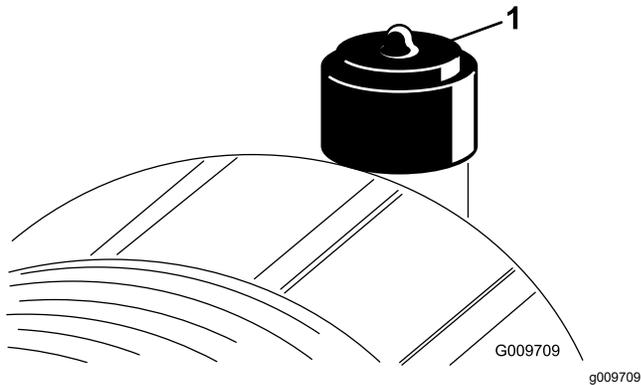

Figura 49
Faça a manutenção ao filtro de ar apenas quando o indicador de serviço (Figura 49) o exigir. Mudar o filtro de ar antes de ser necessário apenas aumenta a possibilidade de entrar sujeira no motor quando retira o filtro.
2. Reinicie o indicador (Figura 49) se este se apresentar vermelho.